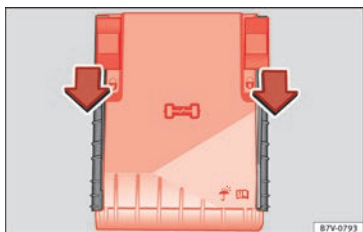

Fig. 61 Dans le compartiment moteur : cache du boîtier de fusibles.
- Déplacez les agrafes de fixation vers l'avant, dans le sens indiqué par la flèche pour déverrouiller le cache du boîtier de fusibles » **fig. 61.**